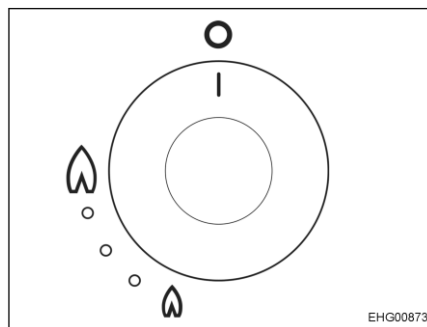

Bild 127 Vridregulator för gaskokplatta
- Tryck på vridregulatorn (Bild 127) för den platta du vill tända och vrid den moturs till tändposition (stor låga). För modeller med automatisk tändning produceras tändgnistor som tänder den utströmmande gasen.